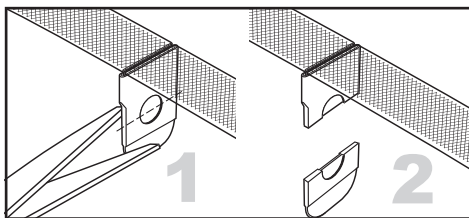

Figure 3. Retrait du treillis de tension/gaine
10. Après avoir obtenu le positionnement souhaité de la bandelette, préparer le retrait de la gaine de protection du treillis. Voir la figure 3 dans la section Retrait du treillis de tension/gaine.
3. Saisir la languette de centrage bleue et la couper par le centre du trou de poinçon (voir la figure 3) en veillant à ce que les deux moitiés de la languette bleue soient complètement retirées du canal vaginal.